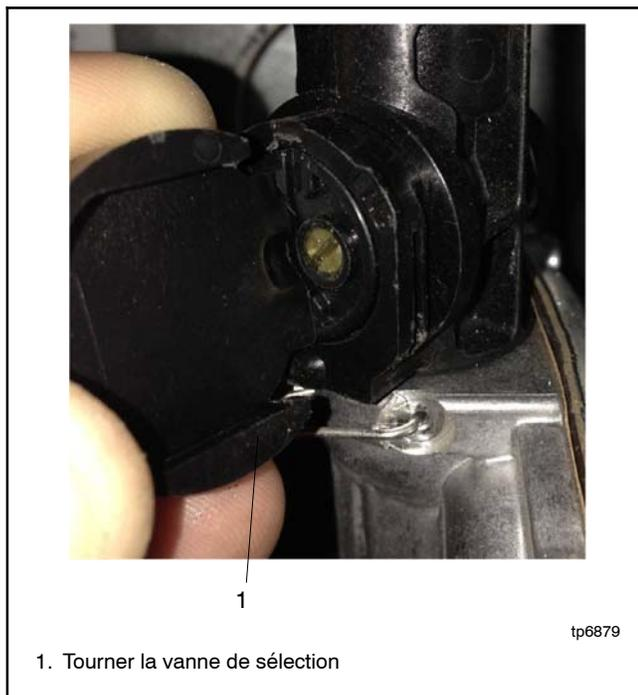
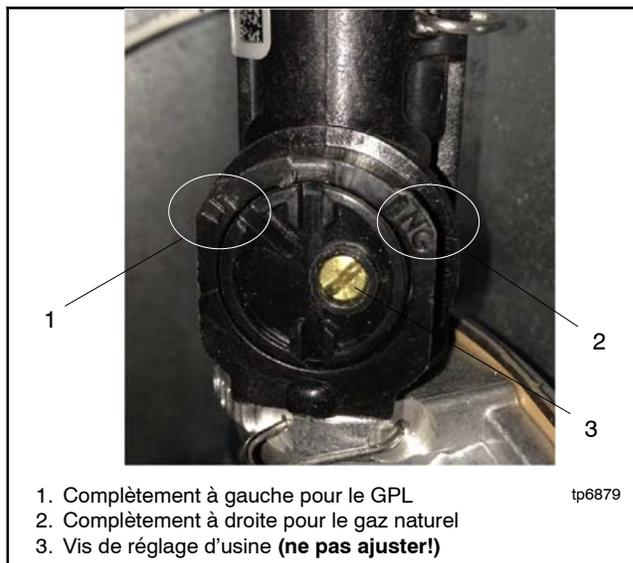

Figure 1-13 Sélection du combustible
Figure 1-14 Positions de la vanne
Remarque : Ne pas modifier la vis de réglage d'usine sur la vanne de sélection. L'ajustement de cette vis peut être une infraction à la réglementation en vigueur. Voir Figure 1-14.
- Voir Figure 1-13. Utiliser le capuchon comme sur la photo pour tourner la vanne de sélection de NG (gaz naturel) à LP (GPL). Voir les positions de la vanne à la Figure 1-14.